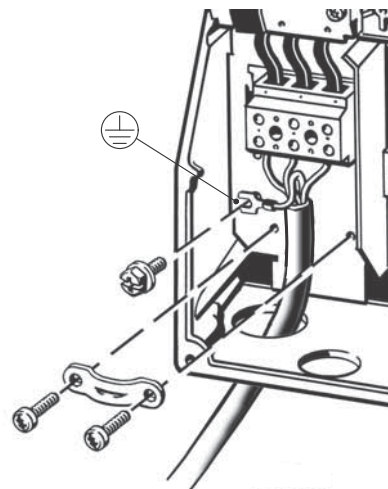

Рис. 9 Подключение питания, В2
1. Подключите заземляющий провод к клемме 95 (защитное заземление). См. рис. 9.